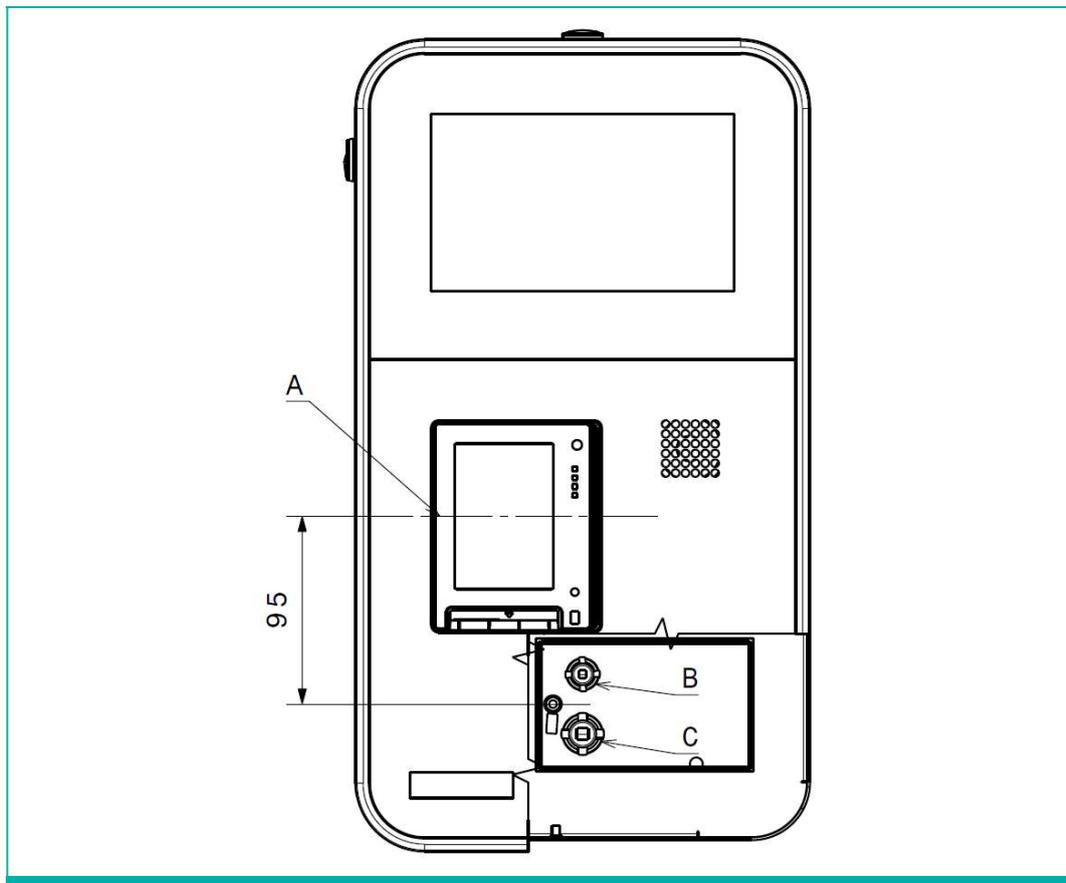

Abbildung 4-3: Abstand zwischen Kabeleinführung und Bedienhöhe
Die Position der Kabeleinführung am SIQMA PowerPay liegt 80 mm (Netzwerk, Position B) bzw. 110 mm (Spannung, Position C) unterhalb der Bedienhöhe A des Kartenterminals, welche zwischen 1100 und 1250 mm liegen sollte (vgl. Abbildung 4-3). Berücksichtigen Sie dies sowie die Biegeradien der Leitungen bei der Auslegung des Schutzrohres bzw. bei der Positionierung der Kabelöffnung im Mast.
- Setzen Sie die zwei Kabeldurchführungen wieder in der Montageplatte ein. Mit einem spitzen Gegenstand können diese mittig angestochen werden, um die Leitungen durchzuführen: Netzwerkleitung oben (Position B), Spannungsversorgung unten (Position C), siehe Abbildung 4-3. Achten Sie darauf, dass sich das Gummi dicht um den Mantel legt, wenn die Montageplatte an der Wand anliegt.
Leitungen durchzuführen: Netzwerkleitung oben (Position B), Spannungsversorgung unten (Position C), siehe Abbildung 4-3. Achten Sie darauf, dass sich das Gummi dicht um den Mantel legt, wenn die Montageplatte am Ständer anliegt.
- Mit einem spitzen Gegenstand können die benötigten Membrantüllen der Kabeleinführung mittig angestochen werden, um die Leitungen durchzuführen: Netzwerkleitung oben (Position B), Spannungsversorgung unten (Position C), siehe Abbildung 4-3. Achten Sie darauf, dass sich das Gummi dicht um den Mantel legt, wenn die Montageplatte am Mast angebracht ist.